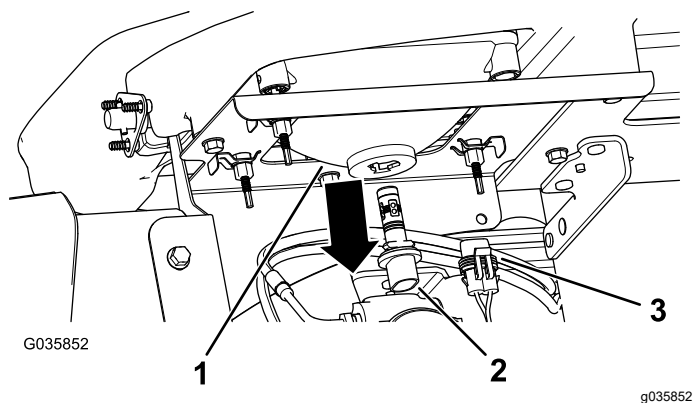

Figura 44
3. Desligue o conector elétrico para a cablagem do conector do conjunto da lâmpada, na parte de trás do compartimento do farol (Figura 44).
4. Rode o conjunto da lâmpada $\frac{1}{4}$ de volta para a esquerda e mova-o para trás, para fora do compartimento do farol (Figura 44).
5. Insira o novo conjunto da lâmpada e alinhado as linguetas no conjunto da lâmpada com as ranhuras no compartimento do farol (Figura 44).
6. Fixe o conjunto da lâmpada rodando-o $\frac{1}{4}$ de volta para a direita (Figura 44).
7. Ligue o conector elétrico para a cablagem ao conector do novo conjunto da lâmpada (Figura 44).